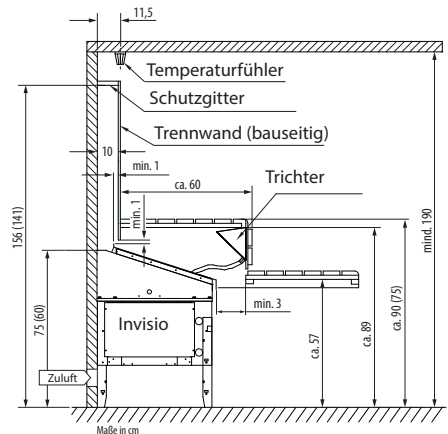

Abb. 1
Das mitgelieferte Schutzgitter ist über dem Ofen an der Oberkante der Trennwand zur Sauna-Rückwand zu montieren (Abb. 1). Damit soll verhindert werden, dass unbeabsichtigt Gegenstände auf den Ofen fallen.
- Entgegen den Angaben in der Anleitung für das Steuergerät soll der Fühler wie auf der Abb. 1 (S. 8) angezeigt, mittig über dem Ofen an der Saunadecke 11,5 cm von der Rückwand, mind. 80 cm von den Seitenwänden montiert werden.
- Montieren Sie die Trennwand, so dass die vorgegebenen Mindestabstände eingehalten werden. Siehe Abb. 1 (Seite 8) und Abb. 8. Trennwand gehört nicht zum Lieferumfang des Ofens.